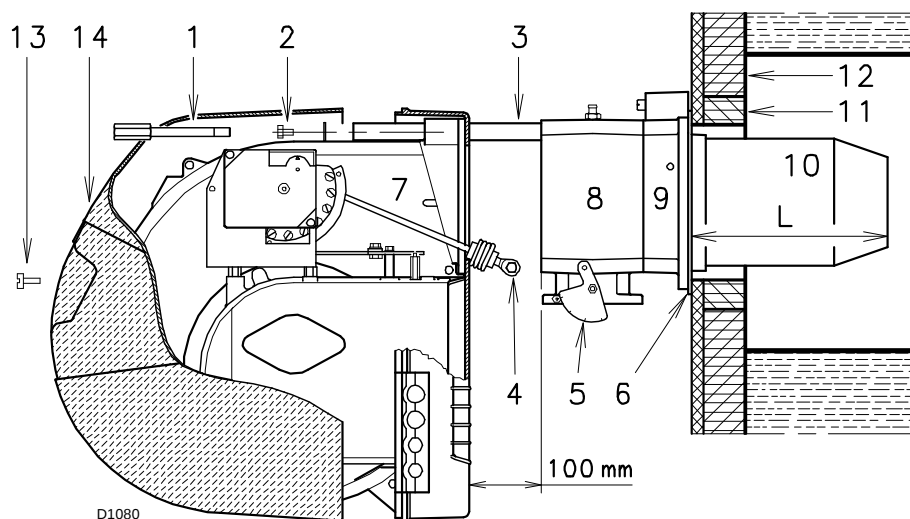
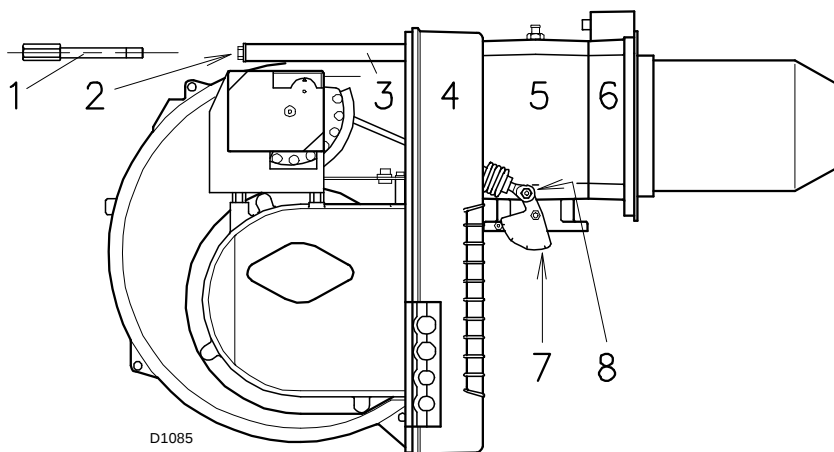

Abb. 12
Abb. 15
Bei Kesseln mit vorderem Rauchumlauf 13) (Abb. 12) eine Schutzabdeckung aus hitzebeständigem Material 11) zwischen der Schamotte des Kessels 12) und dem Flammrohr 10) schaffen.
Für Heizkessel mit wassergekühlter Frontseite ist die Verkleidung mit feuerfestem Material 11)-12)(Abb. 12) nicht notwendig, sofern nicht ausdrücklich vom Kesselhersteller verlangt.
Trennen Sie den Flammkopf vom Rest des Brenners, wie in Abb. 12 dargestellt; Gehen Sie dazu wie folgt vor:
- Den Brenner 4) (Abb. 15) wieder auf den Führungen 3) in einem Abstand von ca. 100 mm zur Muffe 5) montieren - der Brenner befindet sich in der in Abb. 12 auf S. 17 dargestellten Position.
- Das Kabel des Fühlers und das Kabel der Elektrode einsetzen und den Brenner dann bis zur Muffe verschieben, so dass er sich in der in Abb. 15 gezeigten Position befindet.